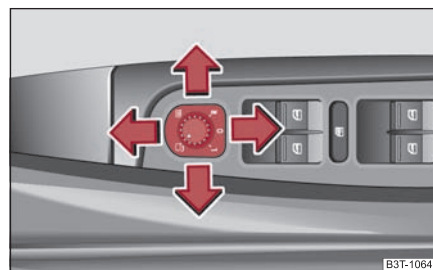

Fig. 76 Contre-porte: Bouton rotatif
- Faites tourner le bouton sur la position  ⇒ page 77, fig. 76.
Si le bouton rotatif est sur la position  ⇒ page 77, fig. 76 et que la marche arrière est enclenchée, la surface du rétroviseur bascule un peu vers le bas. Ceci afin de bien voir le bord du trottoir en se garant.